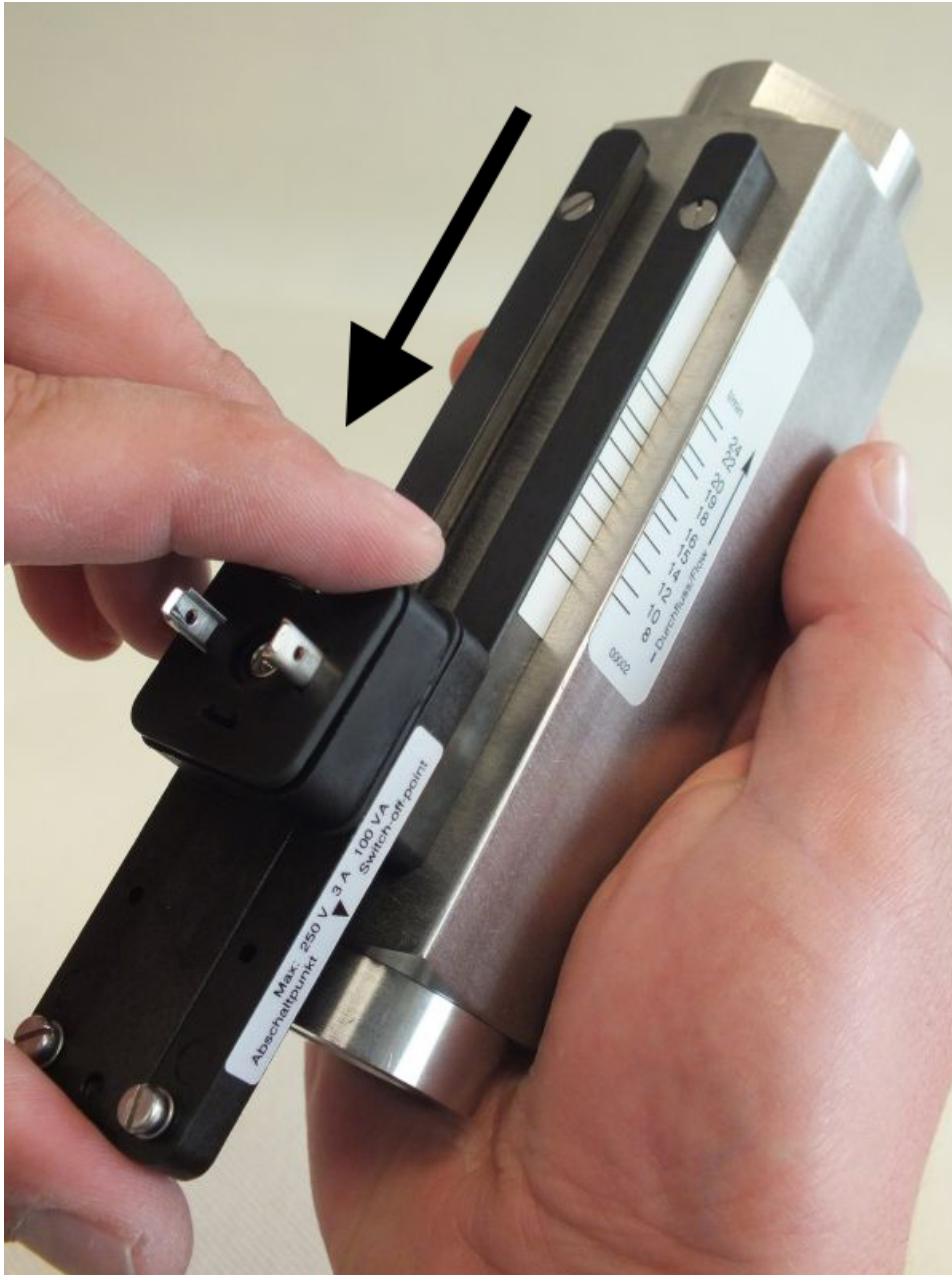

Abb. 81: Schaltkontakt aus Führung schieben
4. ➤ Den Schaltkontakt in Pfeilrichtung (Abb. 81) aus den Führungsleisten schieben